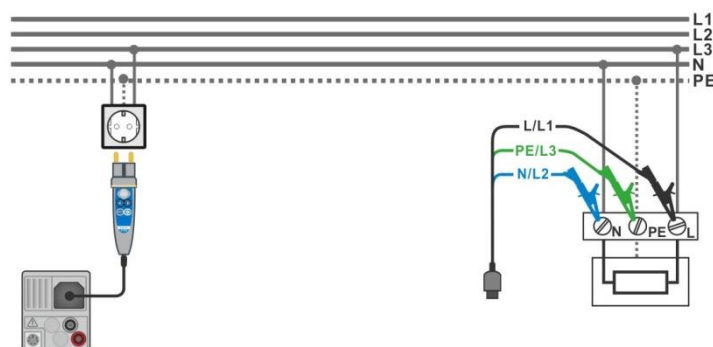

Abbildung 7.33: Anschluss des Commander-Prüfsteckers und des 3-Leiter Prüfadapters
- › Schließen Sie die Prüfleitungen oder den Commander Prüfstecker am Prüfling an, siehe **Abbildung 7.33**.